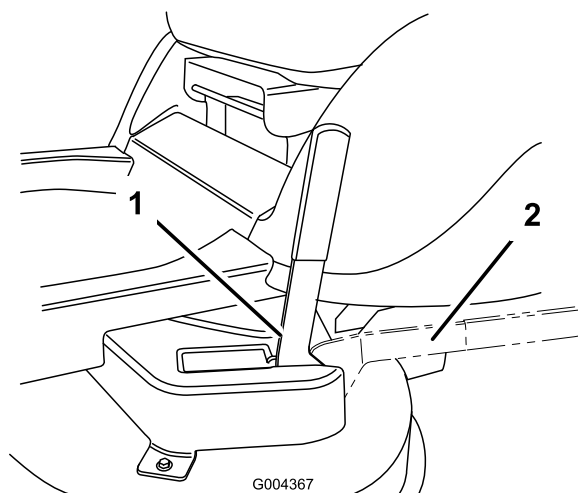

Figura 16
3. Mueva la palanca Reciclar a demanda (Figura 16) a la posición deseada: